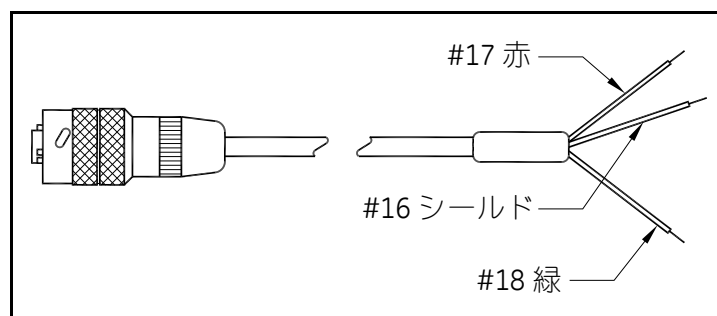
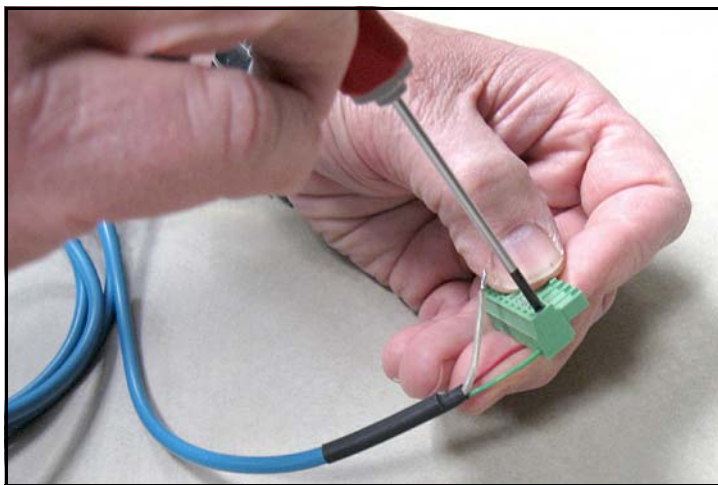

図 23：M Series プローブのケーブル接続
図 24：プローブケーブルをコネクタに接続する
3. 下の図 23 および 22 ページの図 24 を参照し、プローブケーブルの 3 本のリード線が出ている端を下側の端子ブロックのピン 16、17、および 18 に接続します。